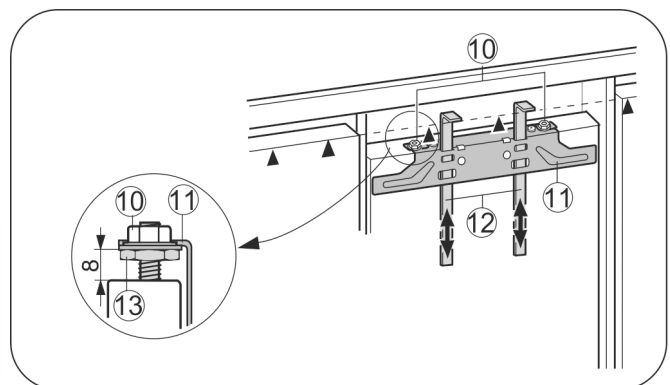

Fig. 17
- ▶ Pousser les gabarits de montage Fig. 17 (12) vers le haut à hauteur de porte du placard. Bord inférieur de butée ▲ du gabarit de montage = bord supérieur de la porte du placard à monter.
- ▶ Dévisser la traverse de fixation Fig. 17 (11) au moyen des contre-écrous Fig. 17 (10).